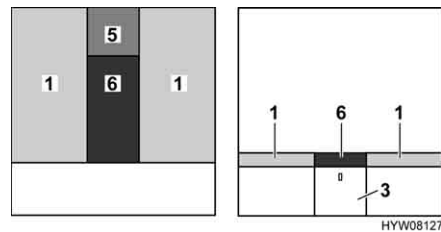

Bild 76 Nach dem Umbau
- Das Zusatzpolster (Bild 76,5) auf das Nachtschränkchen legen.
- Das Zusatzpolster (Bild 76,6) zwischen die Matratzen (Bild 76,1) legen.